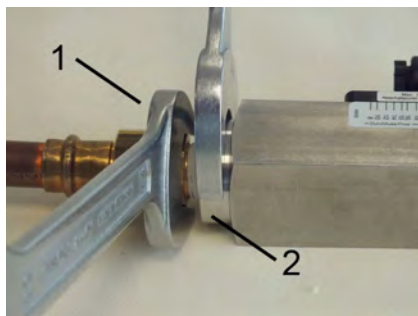

Abb. 13: Gerät einschrauben
- Übergangverschraubung (Abb. 13/1) unter Gegenhalten der Verschraubung (Abb. 13/2) des Gerätes weiter eindrehen, bis die Verbindung dicht ist